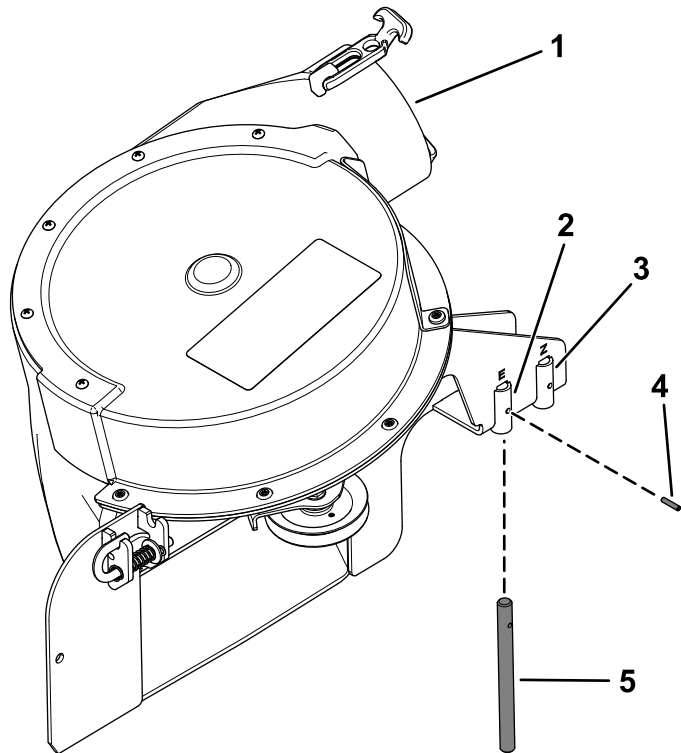

図 17
ピボットピンがブロアアセンブリの所定位置に固定されていることを確認する 図 17。
- 48" と 52" のデッキでは、ピボットピンを前側の穴に取り付ける 図 17。
- 60" のデッキでは、ピボットピンを後側の穴に取り付ける 図 17。